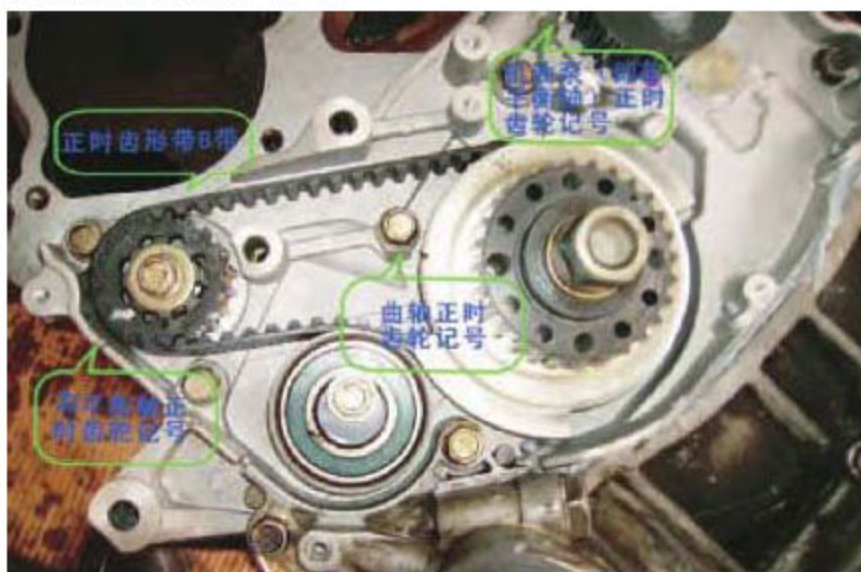
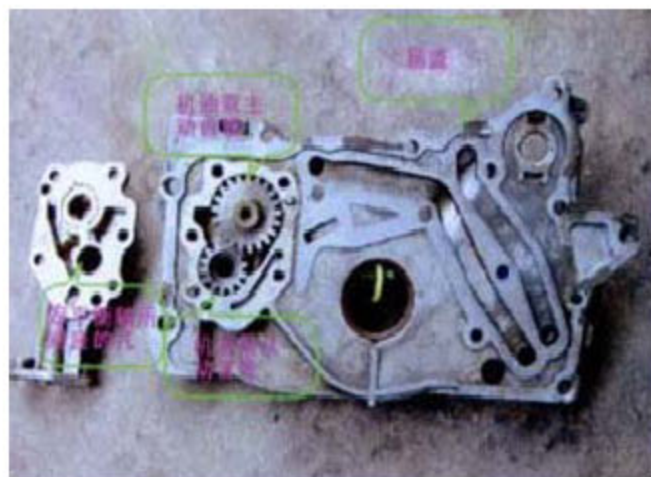

图 2 曲轴及左、右平衡轴正时齿轮记号
图 4 机油泵结构
9).在瑞风 DOHC 双顶置凸轮电控汽油发动机中,右平衡轴由 B 带(即小皮带)传动,B 带如图 2 所示,而左平衡轴则由机油泵(从动齿轮)正时链轮传动,机油泵正时链轮由 A 带(即大皮带)传动,A 带如图 3 所示。该类发动机正时记号共有 5 个点,其中曲轴正时齿轮信号盘有个缺口所对应一个正时记号点;机油泵正时齿轮上有个圆白点记号对应一个正时记号点;右平衡轴正时齿轮上有个圆白点对应一个正时记号点;这三个正时记号点分别见图 2,而左、右凸轮轴(进、排气凸轮轴)正时齿轮记号两个点则对应于气门塞罩盖上的箭头,见图 3 所示,发动机机油泵壳体分解图如图 4 所示。